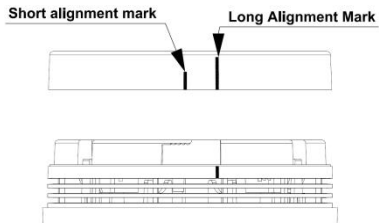

Fig. 6 – Jutiklio tvirtinimas prie bazės
7. Pridėkite jutiklį prie bazės ir pasukite pagal laikrodžio rodyklę (see Fig. 6). Pritvirtinus jutiklį prie bazės, susijungia baterijos kontaktai.